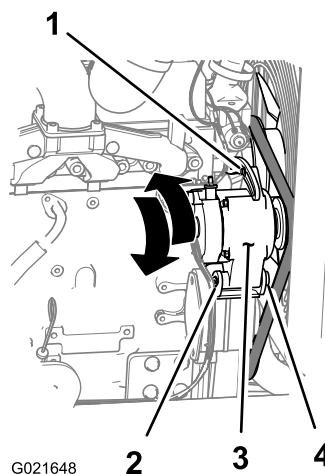

Figura 145
3. Solte o parafuso e a porca no ponto de articulação do alternador (Figura 145).
4. Afrouxe o parafuso de ajuste no alternador (Figura 145).
5. Para aumentar a tensão da correia, afaste o alternador do motor para reduzir a tensão da correia, aproxime o alternador do motor (Figura 145).
6. Aperte o parafuso de ajuste do alternador (Figura 145).
8. Se a tensão da correia estiver correta, aperte a porca e o parafuso no ponto de articulação do alternador (Figura 145); caso contrário, repita os procedimentos 4 a 7.